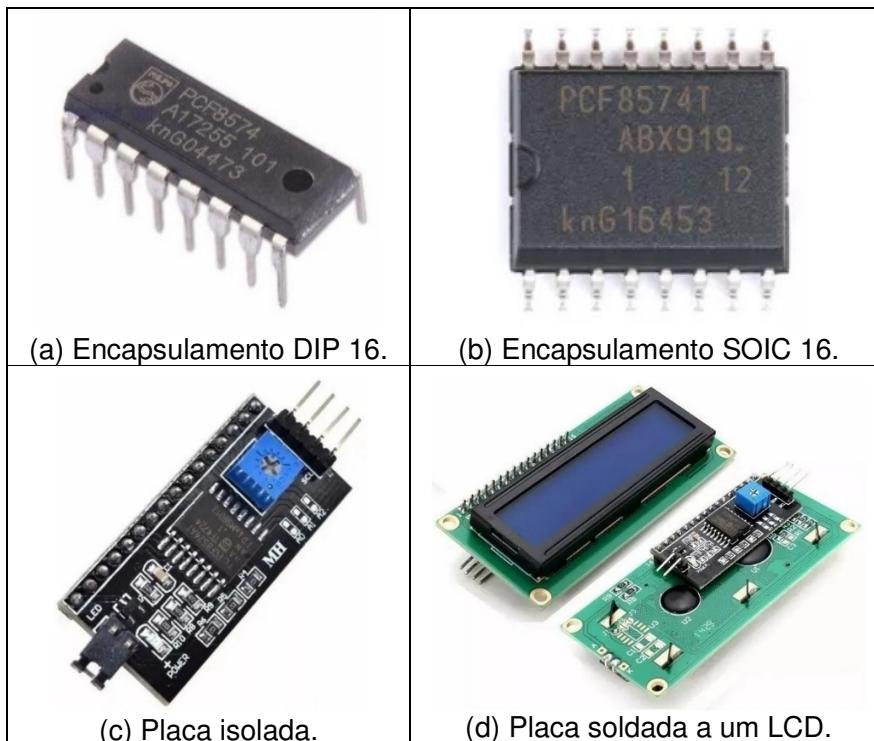
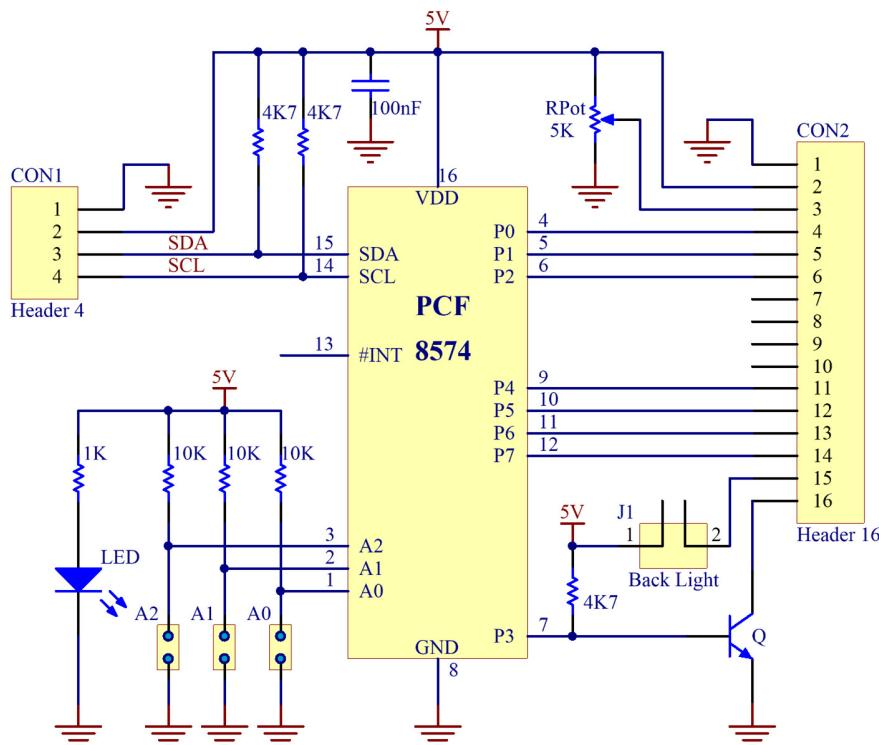

Figura 9.47. Dois tipos de encapsulamento do chip PCF8574 e seu uso em uma pequena placa para acionar um display LCD.
Figura 9.48. Esquema elétrico da placa com o CI PCF8574 a ser usada neste exercício.
**ER 9.8.** Vamos agora para um exercício um pouco mais sofisticado. Infelizmente sua descrição é longa. Usaremos o CI PCF8574 que é um expansor com 8 portas de I/O quasi-bidirecionais e interface I2C. Sua foto está nas Figuras 9.47.a e 9.47.b. O leitor é convidado para buscar pelo seu manual na Internet. Para facilitar seu uso, ao invés do *chip*, vamos trabalhar com uma pequena placa (muito comum no mercado) que já traz esse CI soldado, como mostrado na Figura 9.47.c. Esta placa foi projetada para ser montada na parte traseira de um LCD e facilitar seu uso, como está na foto da Figura 9.48.d. Entretanto, por enquanto, vamos usar apenas a placa.
A Figura 9.48 apresenta o esquema elétrico da placa em questão. O conector CON1 permite a conexão com o barramento I2C do MSP430. Note que já estão presentes os dois resistores (4,7 kΩ) de *pullup* para as linhas SCL e SDA. Pelo conector CON2 vamos ter acesso à porta de I/O do PCF8574. Dos 8 pinos disponíveis (P0, P1, ..., P7) não vamos usar o P3, porque ele comanda um transistor. Os outros 7 pinos estão disponíveis. Existem duas versões do PCF8574 com endereços diferentes:
O objetivo deste exercício é exemplificar o uso de um dispositivo I2C para leitura e escrita. Antes de darmos início à solução, é preciso fazermos alguns comentários sobre o uso da placa com o CI PCF8574. Na Figura 9.48 é possível ver que ela já traz os resistores de *pullup*, demandados pelo I2C. Entretanto, esses dois resistores estão conectados aos 5V. Será que isso não vai trazer problemas para nosso MSP que está operando em 3,3 V? Será que não vai acionar o diodo de proteção e, eventualmente, queimar um pino?